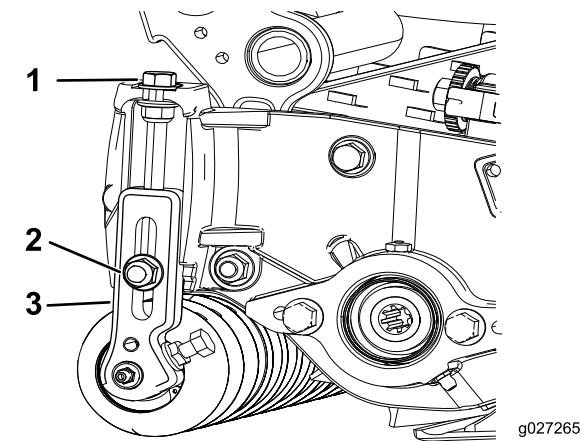

Figura 15
- 1. Afloje las contratuercas que fijan los soportes de altura de corte a las chapas laterales de la unidad de corte (Figura 15).